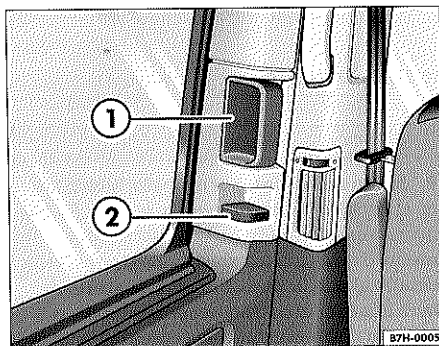

Fig. 23 Manilla y botón del seguro de la puerta corrediza izquierda
Con la puerta corrediza cerrada, baje el botón del seguro ⇒ fig. 23 (2) situado debajo de la manilla de la puerta (1). La puerta corrediza se bloquea.
Para evitar que los niños puedan abrir la puerta corrediza durante la marcha es conveniente poner el seguro para niños. Con el seguro para niños puesto, la puerta corrediza sólo podrá abrirse desde fuera con el vehículo desbloqueado o desde dentro de forma eléctrica¹⁸⁾. Para ello el botón del seguro ⇒ página 34, fig. 23 ② no podrá estar bajado. ◀